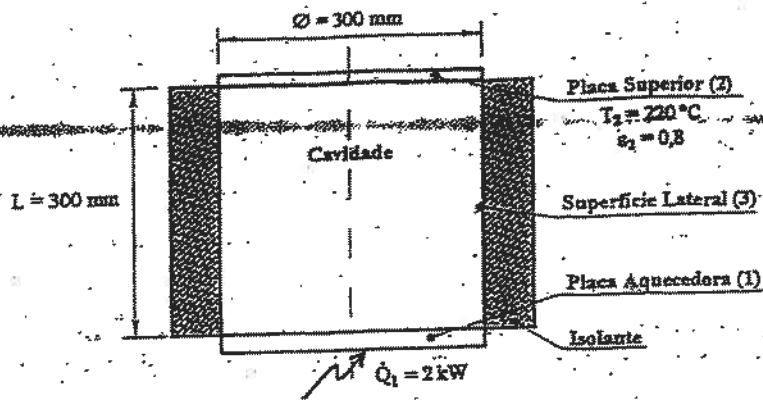

Figura 3
2. Consideremos a cavidade com três superfícies representada na figura 3. A placa aquecedora (1) é um disco negro com 300 mm de diâmetro, e recebe um fluxo de calor de 2 kW .